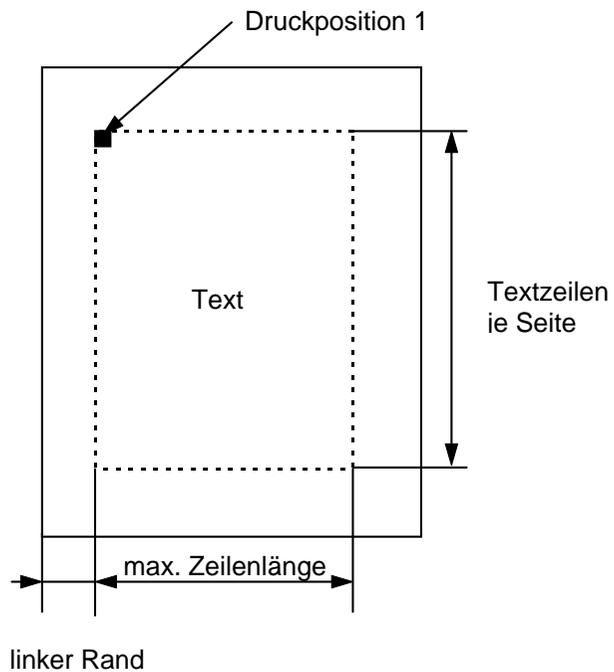

Bild 2: Einzelblätter
### Einzelblätter (Bild2):
- Es können die in Bild 2 angegebenen Parameter Textzeilen je Seite, linker Rand und max. Zeilenlänge eingestellt werden.